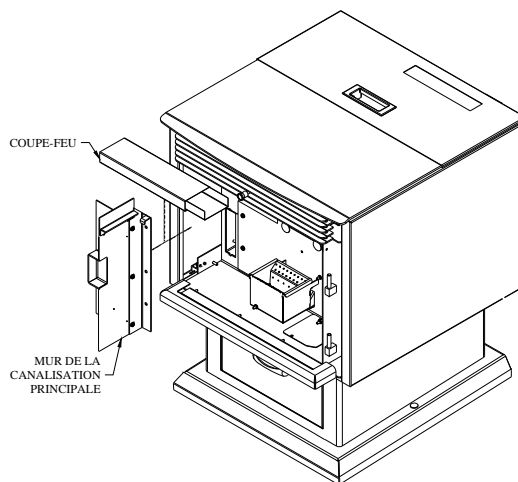

Figure 17
- Tout en gardant la porte fermée, nettoyez les tubes de l'échangeur de chaleur en activant la tige de nettoyage d'avant en arrière. (voir les figures 17 & 18).